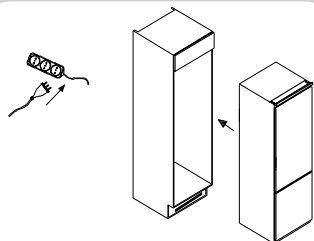

Fig. 14
- O aspeto finalizado das corrediças da porta deve ser semelhante ao ilustrado na Fig. 14, que apresenta 2 corrediças na posição correta.